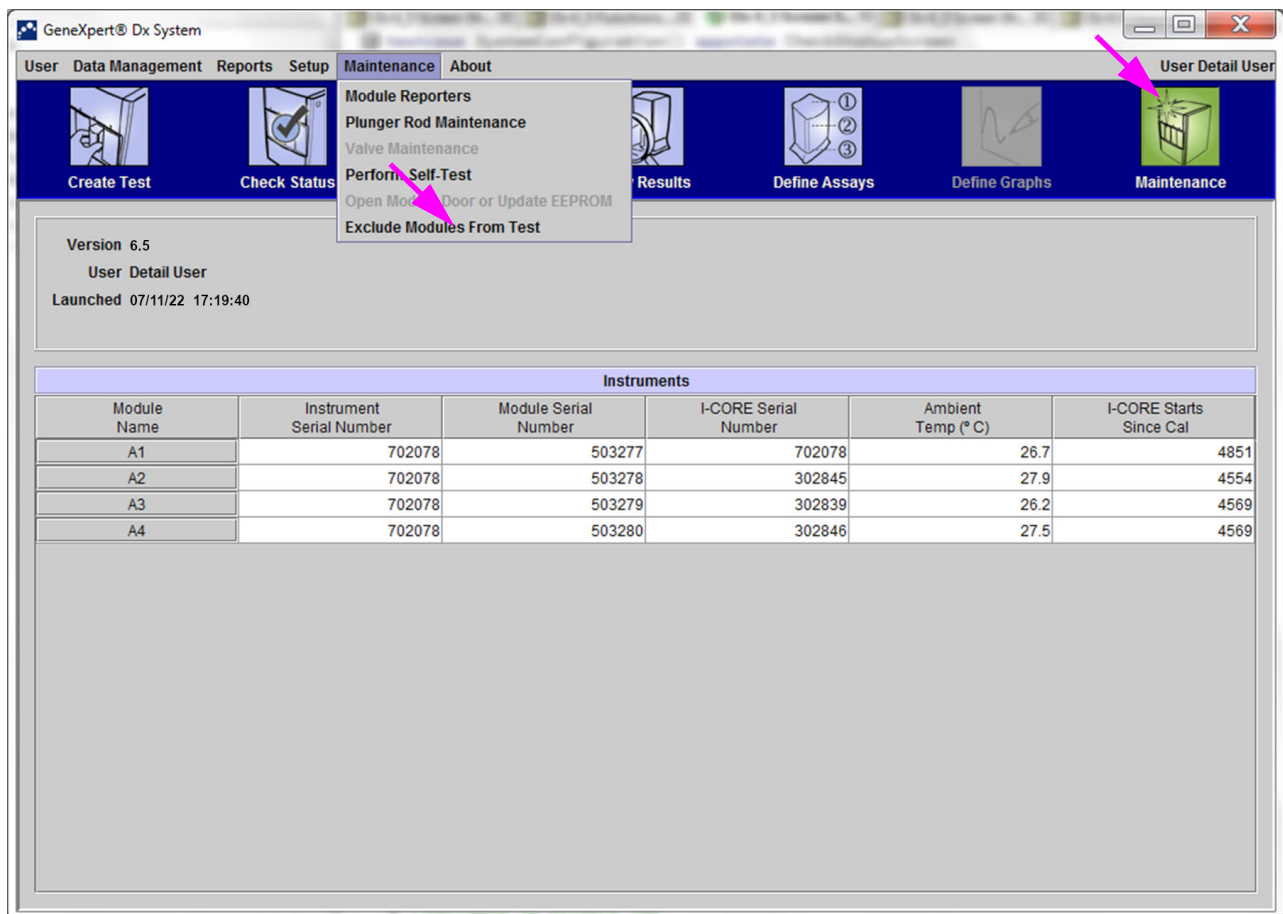

Figura 9-36. Ventana GeneXpert Dx System
2. En la ventana GeneXpert Dx System, haga clic en el icono **Mantenimiento**. Aparece la pantalla Mantenimiento. Consulte la figura 9-36.
1. En la ventana GeneXpert Dx System, haga clic en el icono **Mantenimiento**. Aparece la pantalla Mantenimiento. Consulte la figura 9-36.